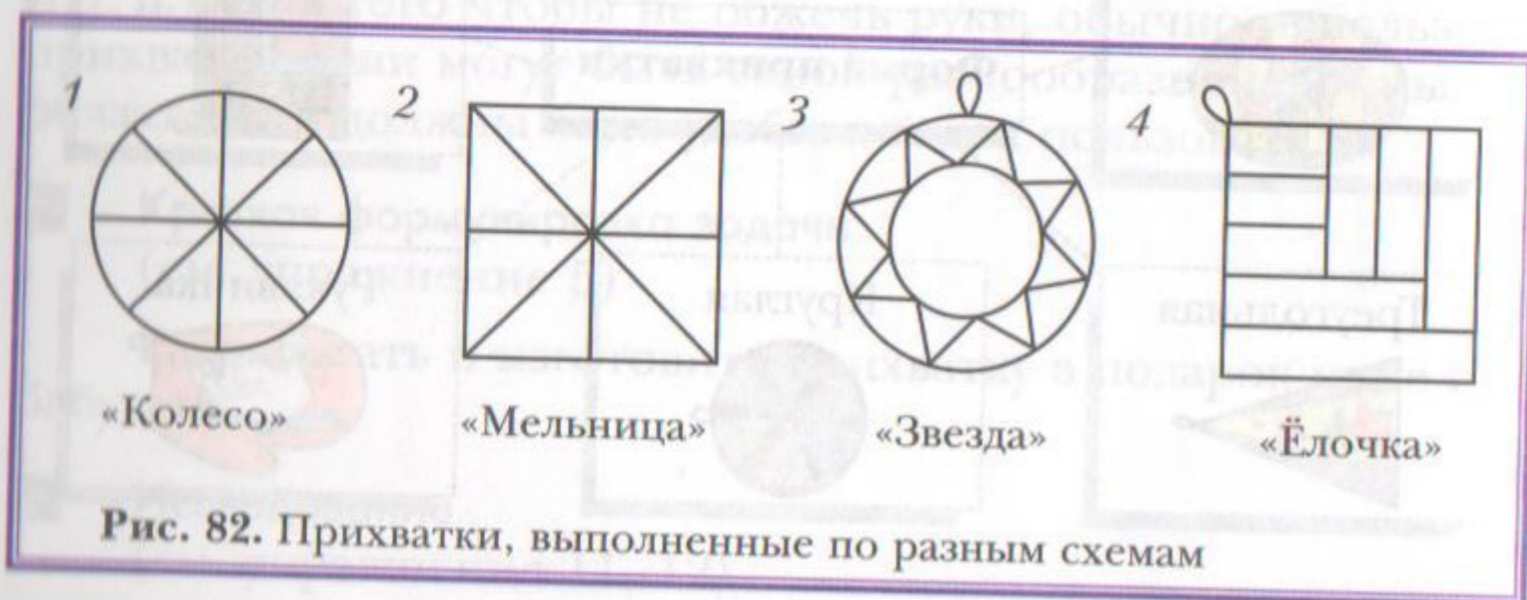

Рис. 82. Прихватки, выполненные по разным схемам
■ **Первоначальные идеи (рис. 82)** (см. упражнения 7, 8)